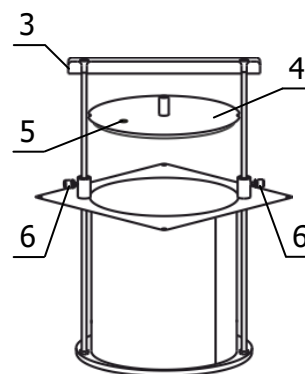

Рисунок 3 — Внешний вид корзины
1.4.6 Стакан для термостатирования образцов устанавливается в корзину и закрепляется в ней поворотом на 90°. Стакан закрывается крышкой 4 (рисунок 3), оборудованной технологическим отверстием 5 для выхода пара. Если в этом нет необходимости, отверстие 5 можно заглушить винтом из комплекта поставки. Глубина погружения стакана в ванну термостата регулируется при помощи ручки для корзины 3. Выбранное положение стакана фиксируется винтами 6.
2.2.6 Поднять дно корзины в крайнее верхнее положение с помощью ручки 3 (рисунок 3) и зафиксировать его винтами 6. Установить стакан в корзину в соответствии с 1.4.6.